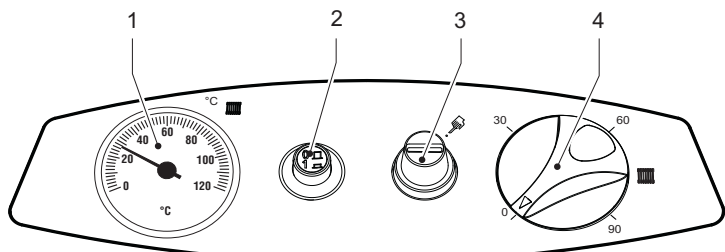

fig. 1 - Bedieningspaneel modellen ATLAS 32-78
- B** Ενεργοποίηση του θερμοστάτη ασφαλείας όταν η θερμοκρασία του λέβητα υπερβαίνει μια καθορισμένη τιμή, με αποτέλεσμα οι συνθήκες λειτουργίας να είναι επικίνδυνες. Για να αποκατασταθεί η λειτουργία, ξεβιδώστε την τάπα 3 του fig. 1 και πατήστε το μπουτόν επαναφοράς.
Druk op knop 2 van fig. 1 om ketel en brander te voeden. Raadpleeg voor de werking van de brander de betreffende handleiding.
Voor korte onderbrekingen drukt u op knop 2 van fig. 1 op het bedieningspaneel en zet u hem in stand "0". Wanneer de ketel langere tijd niet gebruikt wordt, moet u niet alleen knop 2 indrukken, maar tevens de brandstofsluitklep dichtdoen. Om vorstschade te voorkomen wanneer de ketel in de winter langere tijd niet gebruikt wordt moet de verwarmingsinstallatie met een speciale antivriesvloeistof gevuld worden of volledig afgetapt worden.
De gewenste temperatuur in de installatie instellen met de regelthermostaat 4 van fig. 1.